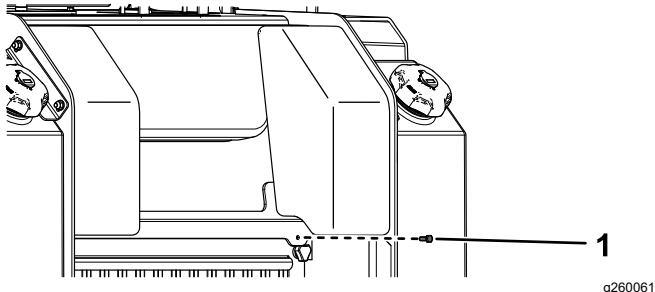

Figure 34
1. Retirez la fixation (Figure 34).
2. Soulevez le capot d'accès arrière et fixez la béquille pour accéder aux composants internes (Figure 34).